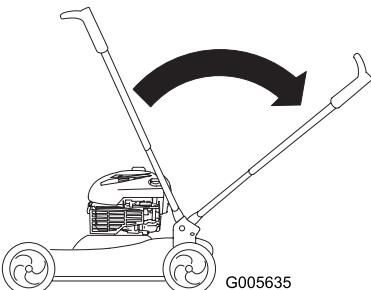

Figura 39
- Per aprire la stegola, riportatela in posizione di servizio (Figura 39).